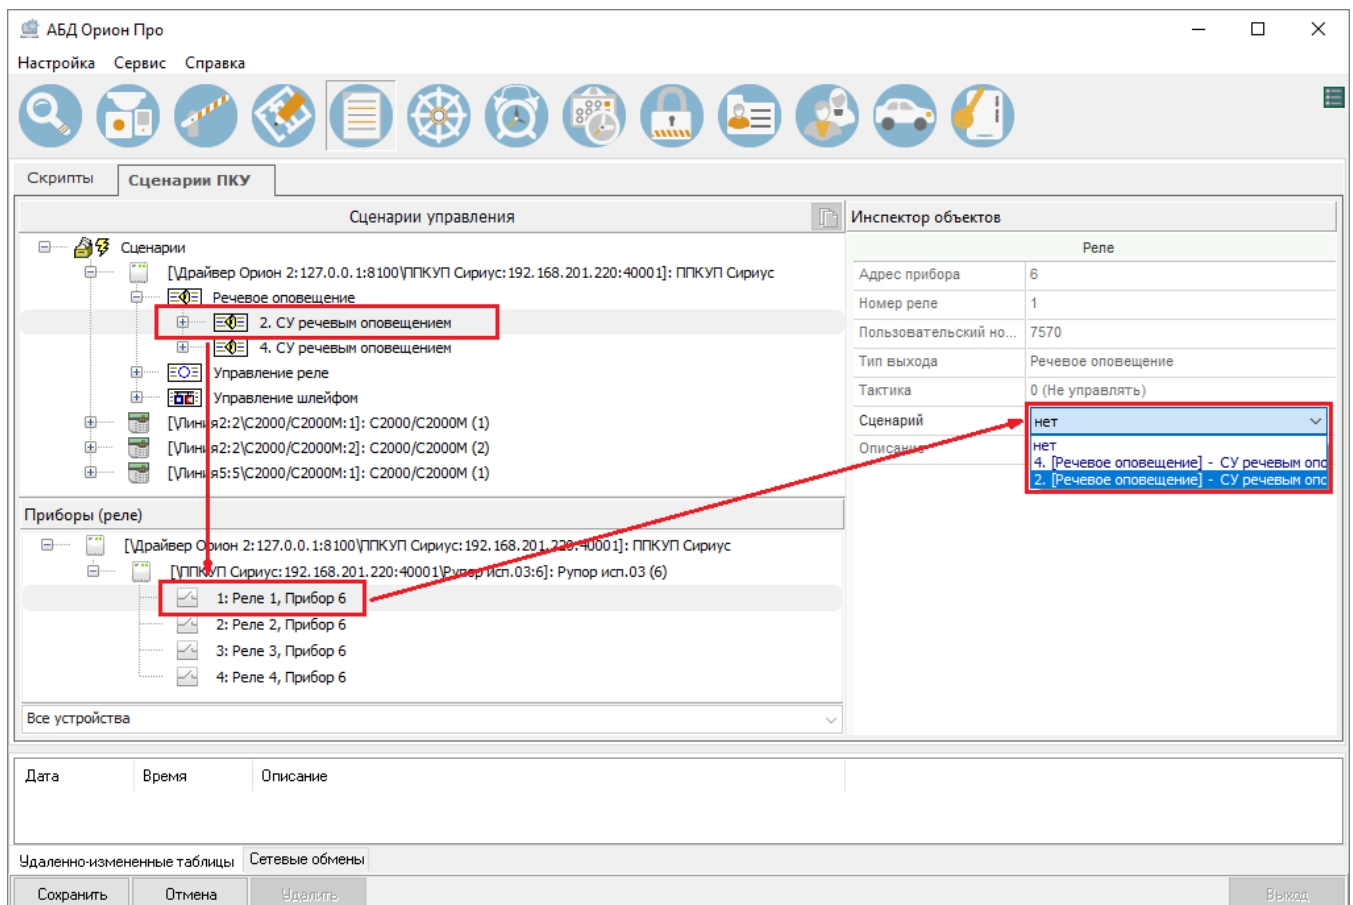

Рисунок 6-637 Привязка сценария речевого оповещения к реле прибора класса "Рупор"
- 3) в инспекторе объектов, где отобразятся свойства выбранного в дереве приборов прибора/ элемента прибора, задайте значение для свойства «Сценарий» (см. Рисунок 6-637) – в качестве значений для свойства «Сценарий» в выпадающем списке представлены все сценарии, заданные для соответствующего узла «Тип аппаратного сценария».